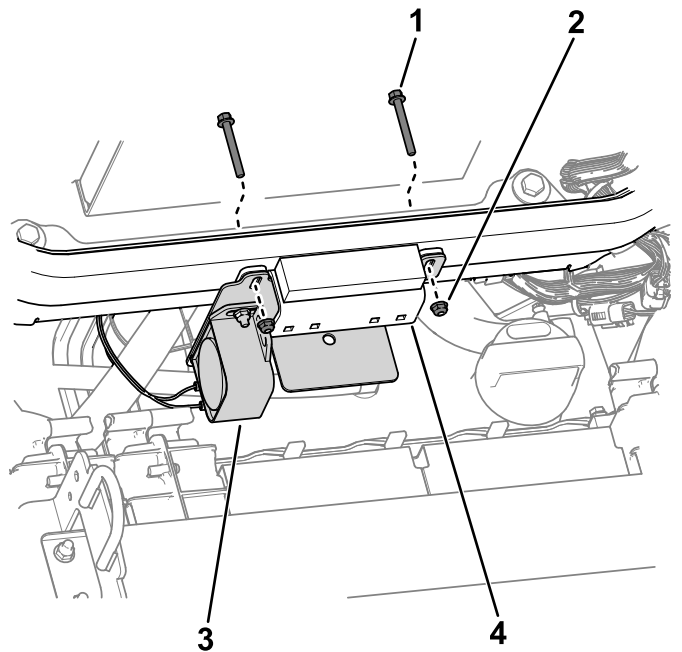

Figur 2
2. Bruk de eksisterende mutterne på alarmen til å feste ledningssatsens ringklemmer til alarmen (Figur 2).